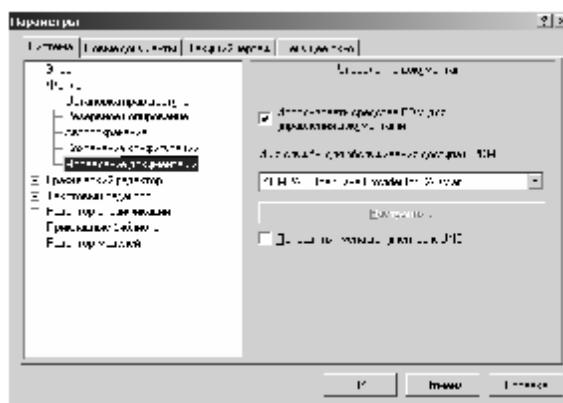

Рис. 19. Настройка параметров системы
- 3.19. Отметить галочку с надписью «**Использовать средства PDM для управления документами**», а из выпадающего списка – службу «**Kompas.OpenSave Provider for CADMan**» рис. 19.